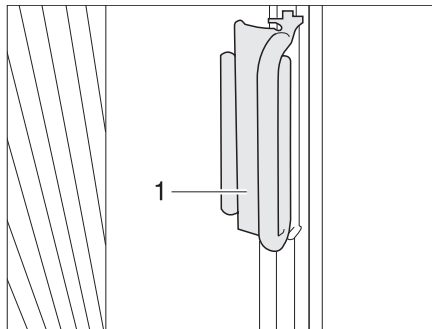

Fig. 27 Bloqueo de los estores plegables para la ventana del conductor/acompañante
- Empujar los estores plegables para la ventana del conductor y del acompañante con el tirador (Fig. 27,1) sobre la pieza sobrepuesta. El estor plegable queda asegurado.